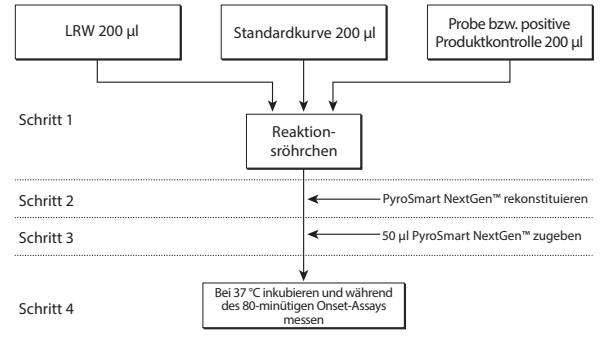

Abbildung 4: Ein Schema des Testverfahrens für Assays im Tube-Reader
- Den Testlauf gemäß Abbildung 4 vorbereiten. Der Testaufbau wird nachstehend ausführlicher beschrieben.